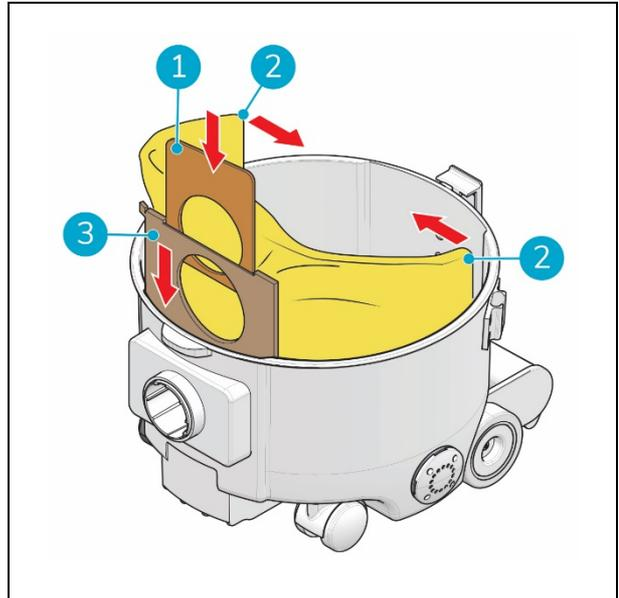

Abbildung 13
10. Schieben Sie den Pappkragen des neuen Staubbeutels (Abb. 13, Pos. 3) in die Schlitze, bis der Staubbeutel richtig sitzt.
11. Drücken Sie die Papplasche (Abb. 13, Pos. 1) nach unten, um den Beutel zu öffnen.
12. Entfalten Sie den Staubbeutel (Abb. 13, Pos. 2).